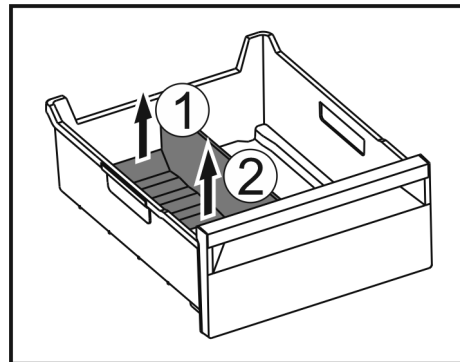

Fig. 147
- ▶ Nosta jäälaatikon jakajan takaosaa. Fig. 147 (1)
- ▶ Poista jäälaatikon jakaja ylöspäin. Fig. 147 (2)